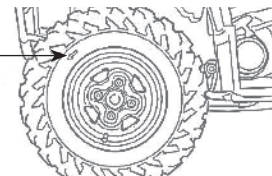

Рис. 88
1. Установите колесо и гайки. Направление стрелки **1** **Рис. 88** на шине указывает направление вращения колеса.